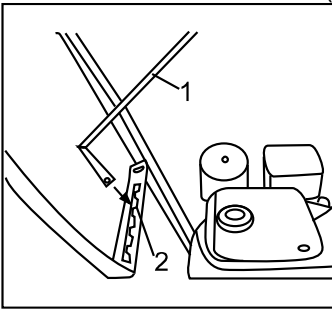
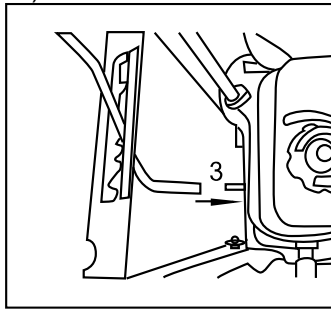
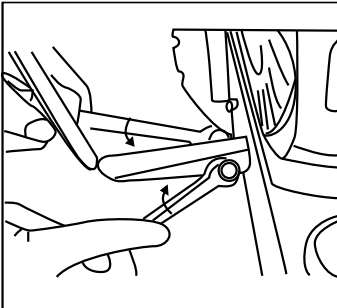

Рис.12
Рис.13
Рис.14
5. Сборка рычага переключения скоростей (только для STG5655 и STG5656). Вставить рычаг переключения скоростей (1) в отверстие (2)
(Рис.12), соединить его со стержнем (3) двигателя (Рис.13), закрепить 1 болтом М6Х25 и гайкой (Рис.14).